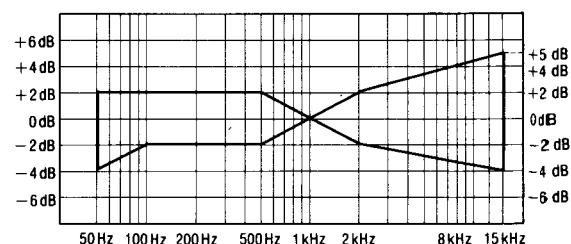

Fig. 10
- Après cela, amplifier le signal enregistré sur la bande vierge CrO₂ (QZZCRX) et la bande vierge métallisée (QZZCRZ) jusqu'à 15kHz et régler de la même manière que celle mentionnée ci-dessus. Puis, vérifier que le niveau de fréquence soit en deçà de la plage montrée à la Fig. 10.